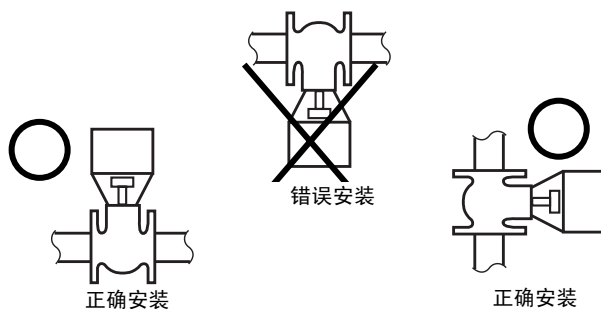

图5 安装方位
- 6) 阀门可在垂直到水平之间的任意位置安装（参照图5）。但是，在室外安装 ACTIVAL 产品时必须垂直安装。